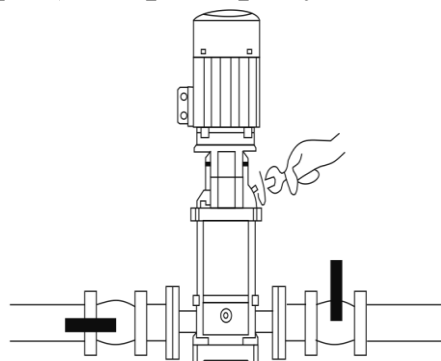

Рисунок 3
3. Перед включением насоса открутите клапан выпуска воздуха, откройте вентиль на входном трубопроводе и подключите насос к сети электропитания (смотрите рисунок 3 ниже). Таким образом, Вы сможете удалить присутствующий воздух из системы.